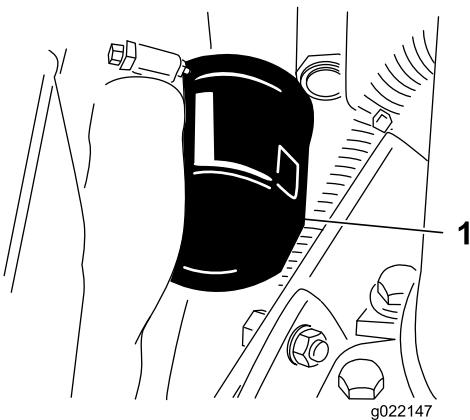

Bild 53
2. Entfernen Sie den Ölfilter (Bild 53). Ölen Sie die neue Dichtung am Ölfilter leicht mit frischem Öl ein, bevor Sie den Filter eindrehen. **Ziehen Sie nicht zu fest.**